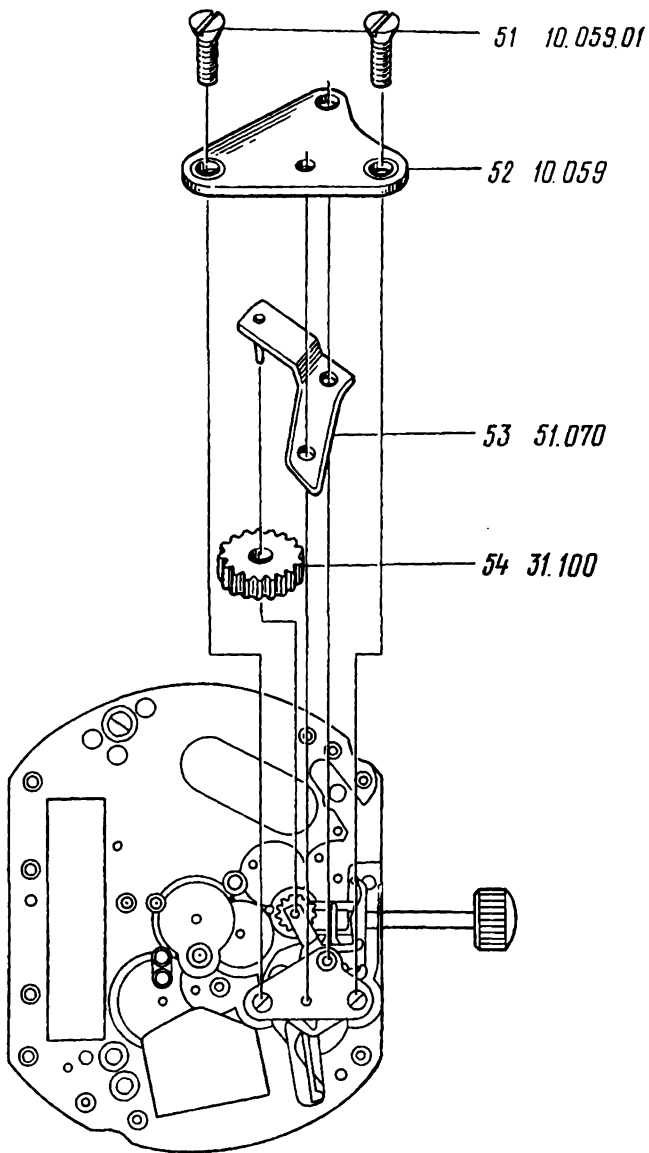

Рис. 152
54. Отвернуть и снять винты 51 моста колеса переносного (рис. 152)